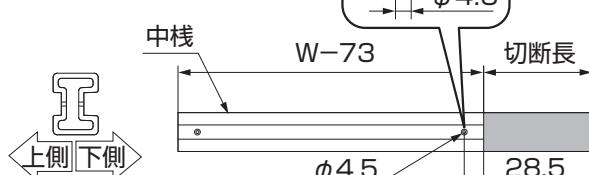

図3-2
④中桿を切断した側から28.5mmのところにφ4.5の下穴とφ9サラ取り加工してください。(図3-2参照)